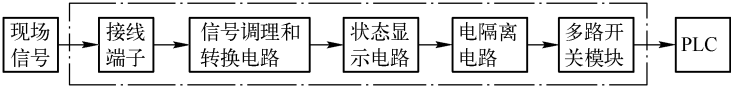

图 1-5 输入接口的结构
1) 输入接口电路的组成和作用。输入接口电路由接线端子、输入调理和电平转换电路、模块状态显示、电隔离电路和多路选择开关模块组成，如图 1-5 所示。现场的信号必须连接在输入端子才可能将信号输入到 CPU 中，它提供了外部信号输入的物理接口；调理和电平转换电路十分重要，可以将工业现场的信号（如强电 AC 220 V 信号）转化成电信号（CPU 可以识别的弱电信号）；电隔离电路主要是利用电隔离器件将工业现场的机械或者电输入信号和 PLC 的 CPU 的信号隔开，它能确保过高的电干扰信号和浪涌不串入 PLC 的微处